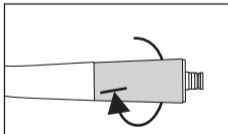

Fig. 39
- 4 Serrez fermement l'anneau conique (Fig. 39).